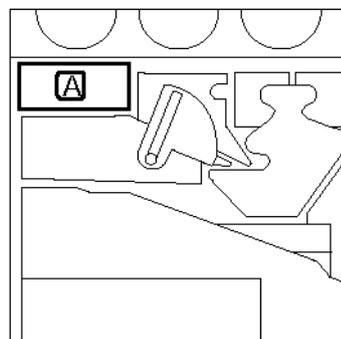

Figure 10 : Emplacement du flacon de récupération de toner plein
- 3 Repérez le flacon de récupération de toner (zone A Figure 10) dans le coin supérieur gauche de l'imprimante.